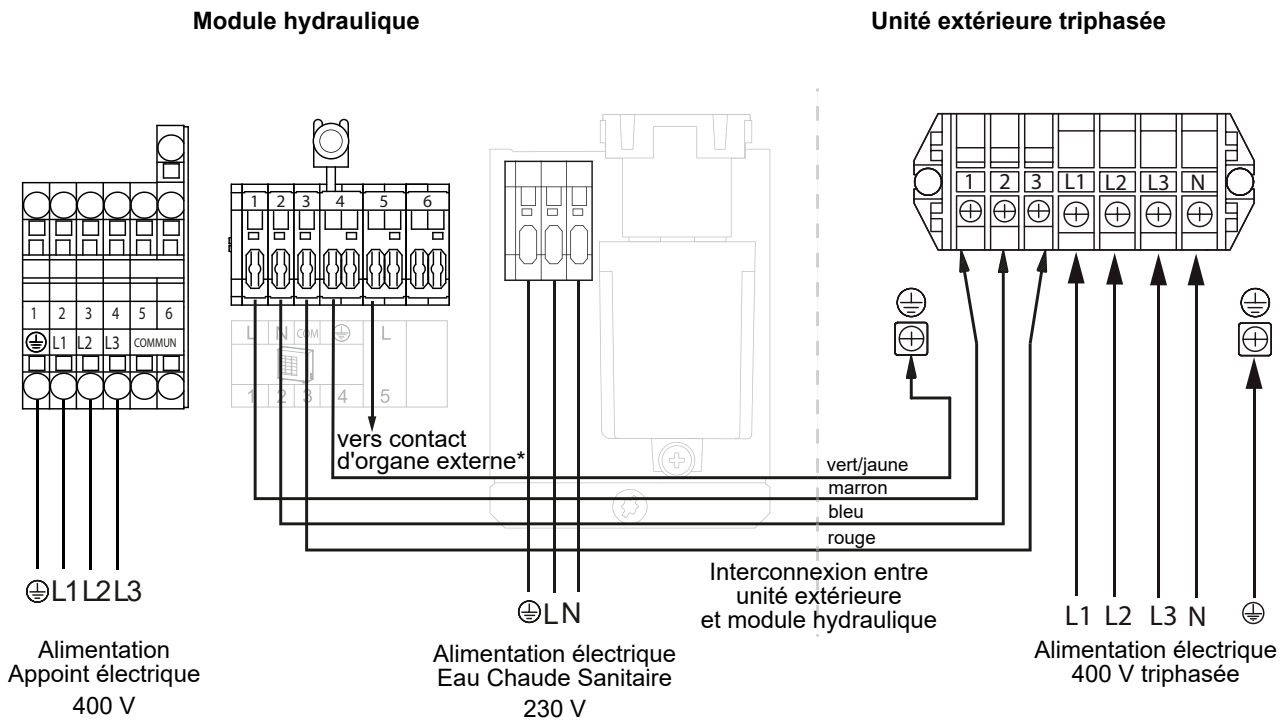

fig. 45 - Raccordement aux borniers et relais de puissance
- Effectuer les raccordements suivant le(s) schéma(s) fig. 39 et fig. 45, page 40.
- Effectuer les raccordements suivant le schéma (fig. 45, page 40).